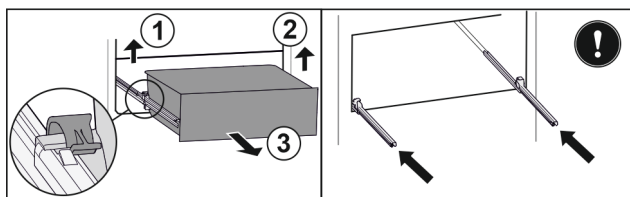

Fig. 75
- ▶ Приподнимите левый зажим и одновременно вытяните движением вперед выдвижной ящик слева. Fig. 75 (1)
- ▶ Приподнимите правый зажим и одновременно вытяните движением вперед выдвижной ящик справа. Fig. 75 (2)
- ▶ Извлеките выдвижной ящик движением вперед. Fig. 75 (3)